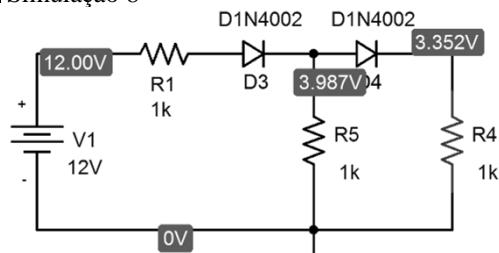

Figura 1.66 – Circuito misto com diodos.
**EF 5 – Análise de falhas.** O circuito da Figura 1.66 apresenta uma simulação no PSpice® de um circuito misto, onde são empregados dois diodos de Silício, da família 1N400X.